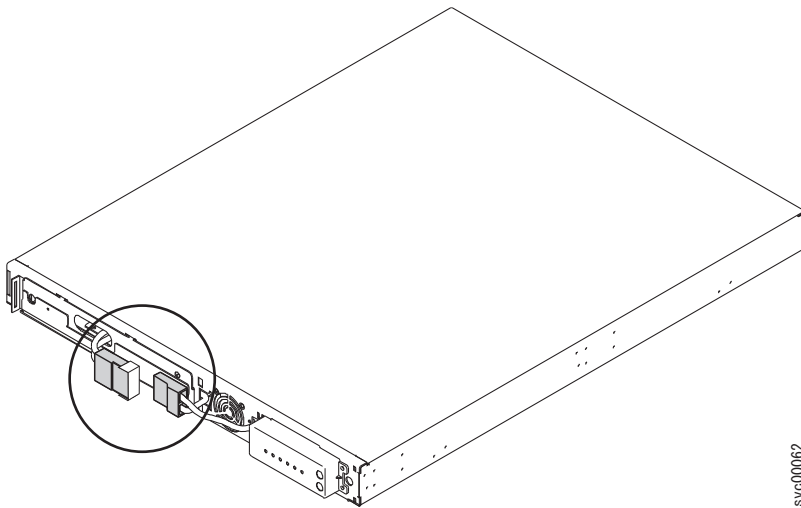

図 313. 保護テープ付きの 2145 UPS-1U 内部バッテリー・コネクタ
7. 2つのコネクタを引き離して、露出したバッテリー・コネクタ（図 313 に示す）を粘着テープでカバーします。